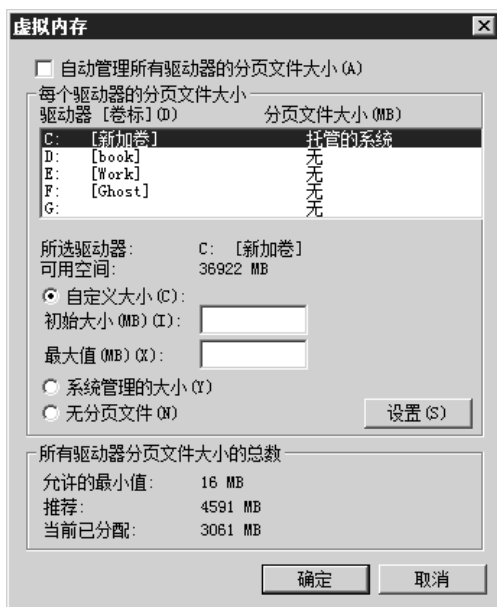

图 2.3.5 “虚拟内存”对话框
Step6. 在该对话框中取消选中 ☐ **自动管理所有驱动器的分页文件大小(A)** 复选框, 然后选中 ☒ **自定义大小(C)** 单选项, 如图 2.3.5 所示; 可在 **初始大小(MB) (I):** 文本框中输入虚拟内存的最小值, 在 **最大值(MB) (M):** 文本框中输入虚拟内存的最大值。虚拟内存的大小可根据计算机硬盘